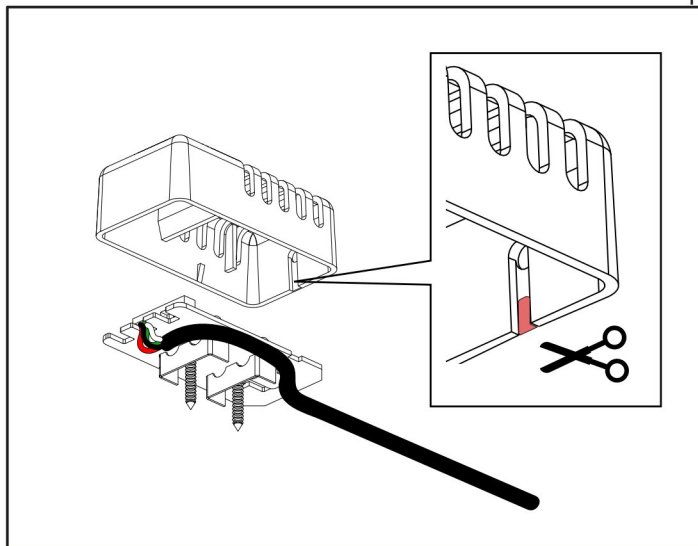

Figura 16: Passaggio a vista sulla parete, praticare un'apertura nel coperchio.
12. Installare il sensore nel soffitto, in conformità alle norme di sicurezza, come illustrato nella Figura 3. Il cavo del termistore può anche essere fatto passare attraverso la parete. Sigillare eventuali fori nella parete dietro il sensore. Il cavo del termistore può essere prolungato all'esterno della sauna utilizzando un cavo a bassa tensione (a 4 conduttori). Per il cablaggio a vista, vedere la Figura 16.